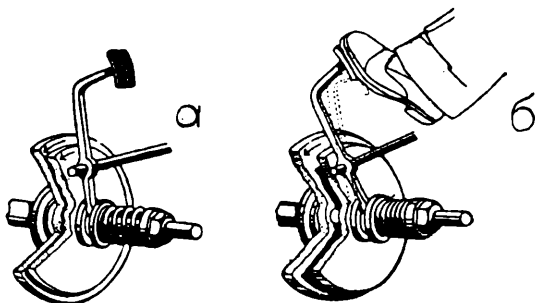

Рис. 29. Злучня.
Засаду праці злучні представляє рис. 29. Складається вона з двох кружків, з котрих один закріплений на колінчастому валку, а другий при допомозі клина на короткому валку, що входить до коробки швидкостей (пор. рис. 28). Нормально сильна пружина притискає другий кружок до першого (рис. 29 а). Коли однак натиснемо лівою ногою педаль злучні, то кружок на короткому валку віддаляється від кружка колінчастого валка і тоді рушій може обертатися при нерухомім, короткім валку, або навпаки. При з'їзді похилою дорогою можемо натиснувши педаль злучні задержати мотор через
вимкнення запалу (рис. 29 б). В особових і легких вантажних машинах знаходять сьогодні примінення так звані **однокружкові злучні**.
**Стіжкова злучня** подібна конструкцією до показаної на рис. 29 а і б, тільки кружки мають для збільшення тертя стіжкові вінці.